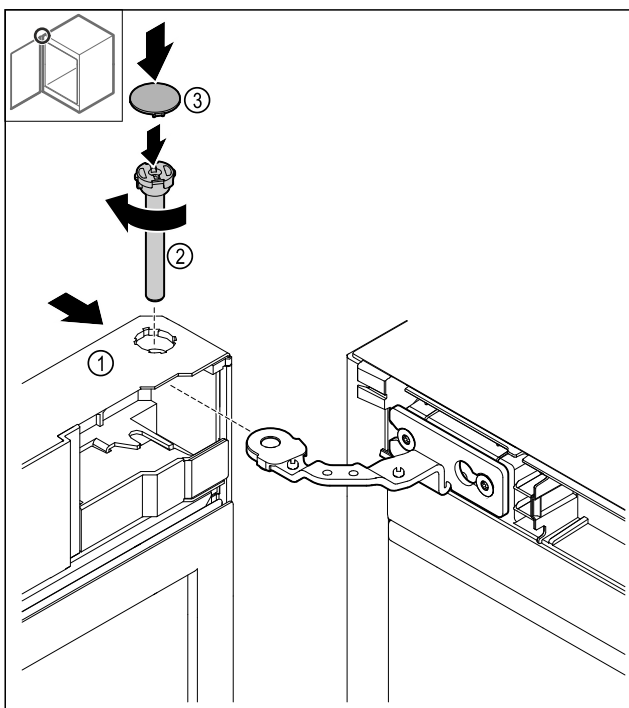

Fig. 48
- 将上部冰箱门 Fig. 48 (1) 推到铰链上。
- 插入螺柱 Fig. 48 (2) 并顺时针拧紧。
- 安放盖板 Fig. 48 (4)。